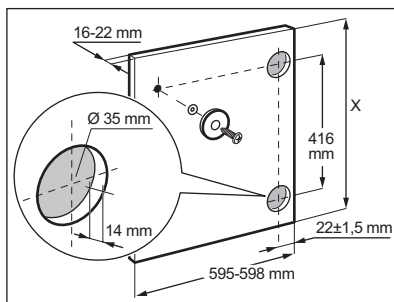

Рис. 3
- высота **X** зависит от высоты цоколя прилегающей мебели (рис. 3).